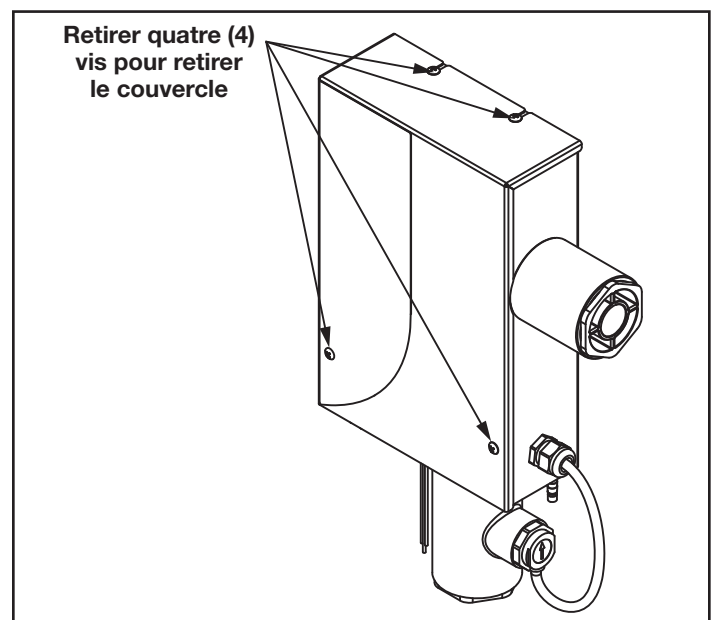

Figure 1. Retrait du couvercle du système Jandy Offline AOP
2. Utiliser un tournevis cruciforme pour retirer les quatre (4) vis qui fixent le couvercle supérieur. Les mettre de côté pour le réassemblage. Voir la Figure 1.